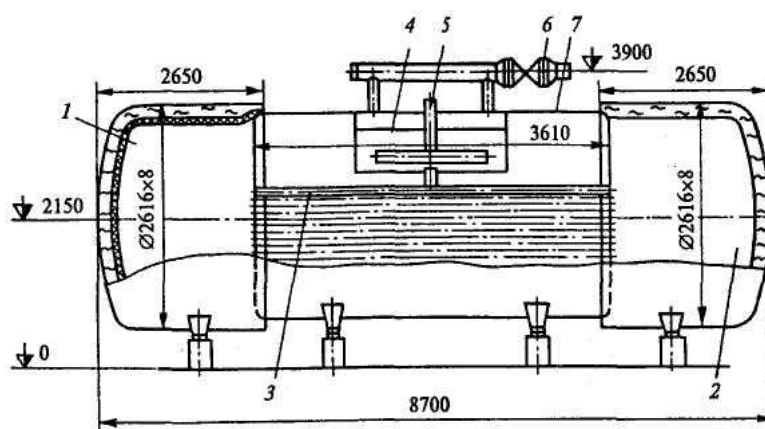

Рис. 2. Котел-утилизатор Г-250
2. Котлы-утилизаторы (рис. 2), устанавливаемые на промышленных предприятиях, используются преимущественно для внешней утилизации ВЭР высокотемпературной теплотехнологии на энергетические нужды. В них вырабатывается промышленный пар или, реже, горячая вода на технологию, теплофикацию и сантехнические нужды.